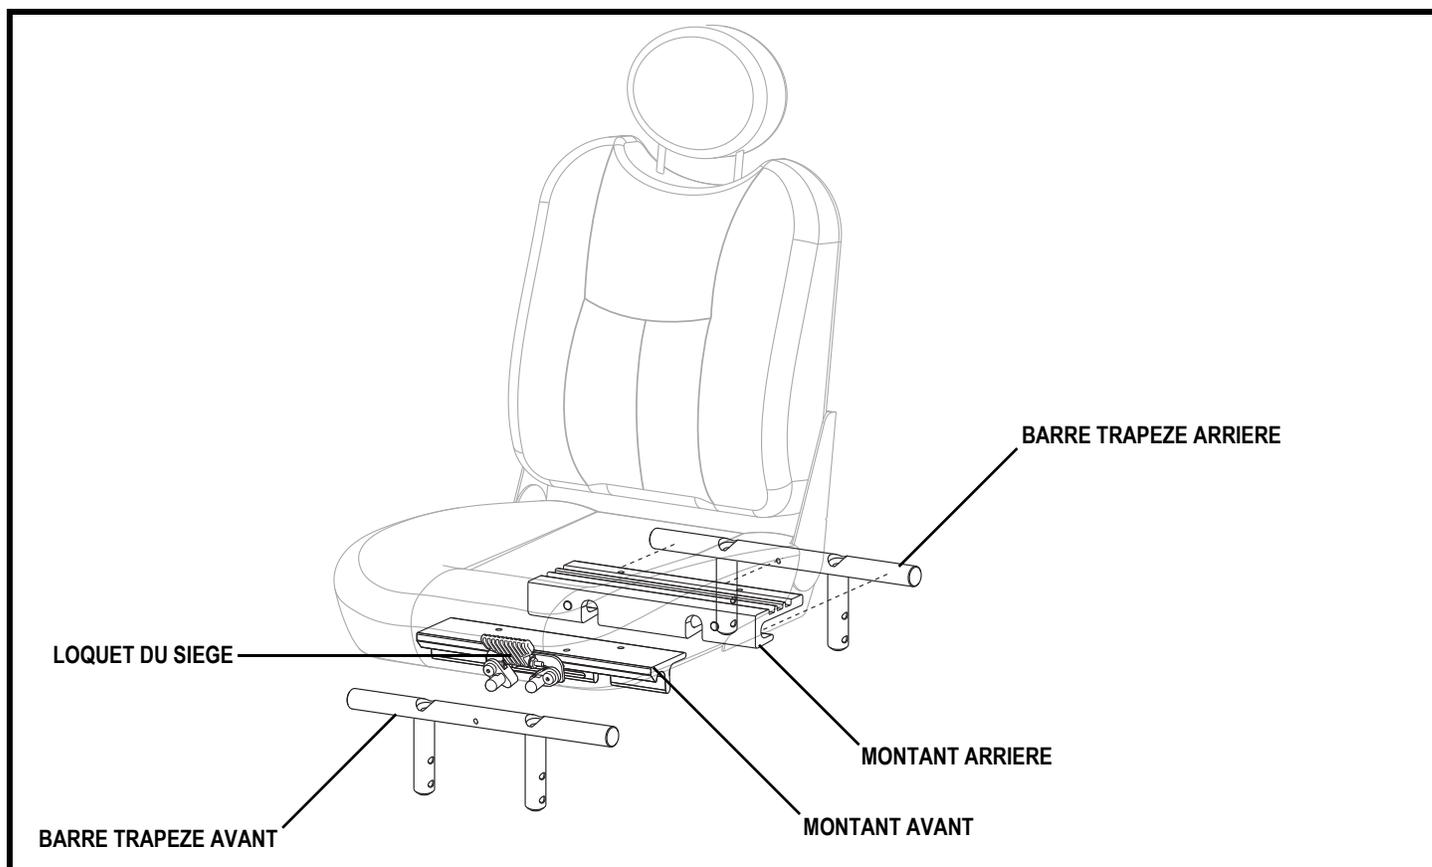

Figure 10. Système de montage universel
2. Inclinez le siège vers l'arrière et glissez la cornière arrière sur la barre trapèze arrière. Voir la figure 10.
3. Retirez le siège de la base motorisé. **Voir la figure 10.**